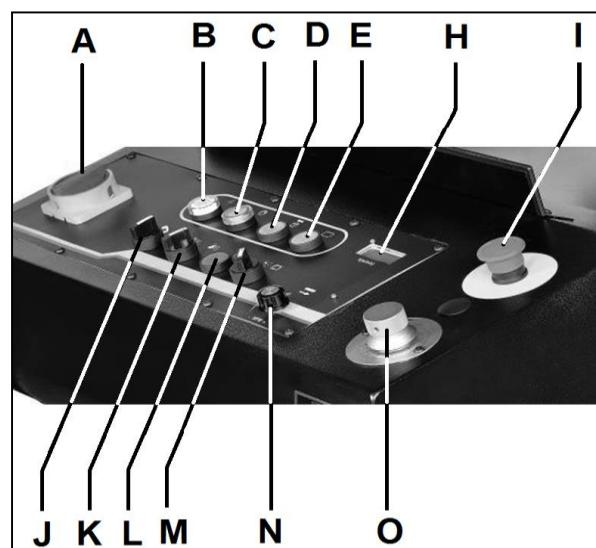

Abb. 7-1: Bedienelemente der Maschine
- Verkantet sich das Sägeband beim Sägen im Werkstück oder wird es eingeklemmt, muss die Maschine mit dem Not-Aus-Schalter (I, Abb. 7-1) sofort abgeschaltet werden. Den Spannstock danach langsam und vorsichtig öffnen, das Werkstück herausnehmen und überprüfen, ob das Sägeband oder
Den Knopf (N, Abb. 7-1) drehen, um die Bandgeschwindigkeit einzustellen.
Die Maschine an die Stromquelle anschließen. Den Hauptnetzschalter (A, Abb. 7-1) auf ON schalten. Die Netzkontrollleuchte (B) leuchtet auf.
1. Die Taste (C) drücken, um die Hydraulikpumpe zu starten.
**Hinweis:** Wenn die Hydraulikpumpe nicht gestartet wird oder wenn die Pumpe gestartet wird, der Sägebügel sich aber nicht nach oben bewegt, wenn er mit dem Schalter (J) gewählt wird, bedeutet dies, dass der Pumpenmotor sich in die falsche Richtung dreht. Zwei der drei Phasenleiter miteinander vertauschen.